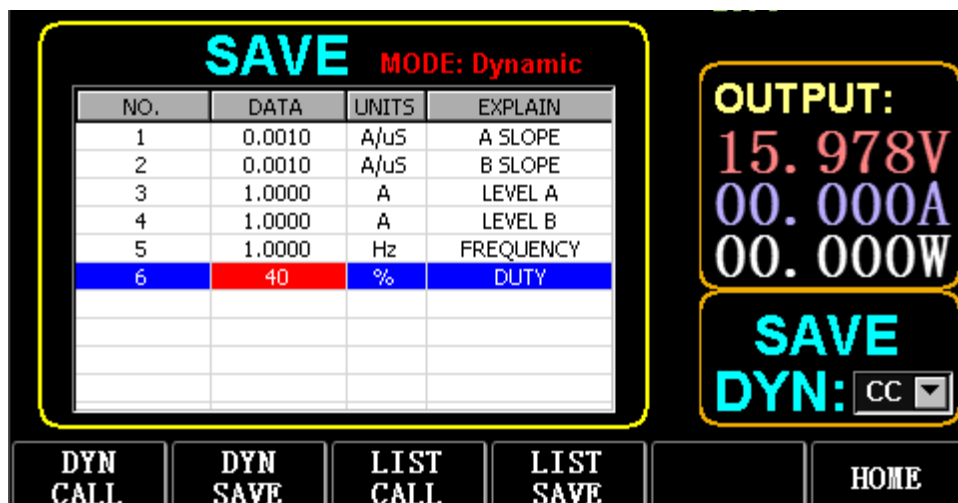

Fig. 3.1 DYN CC
Selezionare (FS) Dynamic per accedere all'interfaccia come mostrato nella Fig. 3.1.